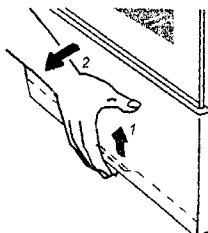

Рис. 5
7.4.9 Чтобы открыть дверку её нужно приподнять вверх, удерживая за специально выполненную выдавку снизу и наклонить на себя (рис. 5).